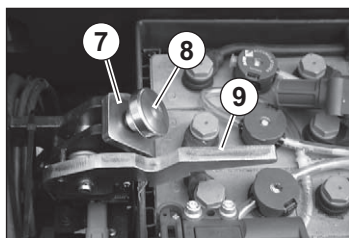

Fig. 52 Batterimontering
14. ESi/ET 4000-udruller: Fastgør batteriet med monteringsbeslaget 7 (se fig. 52).